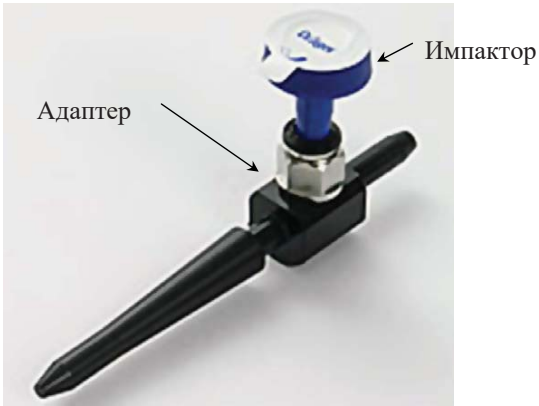

Рисунок 4 - Измеритель масла с импактором
Измерение проводить с помощью измерителя масла с импактором (рисунок 4) в следующей последовательности:
- вдвинуть импактор до упора в адаптер (рисунок 4);